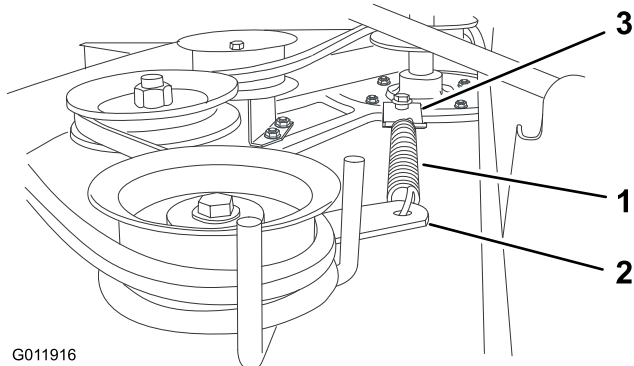

Figure 10
14. Accrochez le ressort du bras de la poulie de tension à la patte du plateau de coupe (Figure 10).